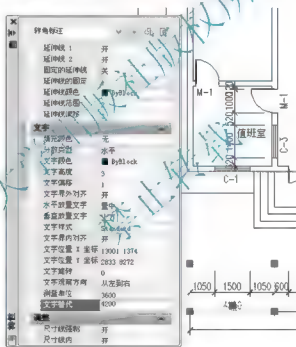

图 3.51 在【文字替代】文本框内输入“4200”
(1) 在无命令的情况下,选中左下角 1 轴线和 2 轴线之间的 3600 尺寸线,出现 5 个蓝色夹点,依此可以理解尺寸标注的整体关系。
(2) 单击【标准】工具栏上的特性图标  或在命令行输入“Pr”并按 Enter 键，打开【对象特征管理器】。
(3) 向下拖动左侧的滚动条直至滚动至如图 3.51 所示位置，并在【文字替代】文本框内输入“4200”，然后按 Enter 键确认。
(4) 关闭【对象特性管理器】，按 Esc 键取消夹点。这样 1 轴线和 2 轴线之间的尺寸由“3600”变为“4200”。